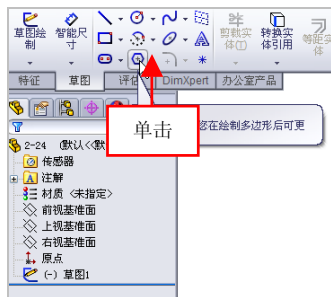

图 2-25 单击【多边形】按钮
(2) 单击【草图】选项卡中的【多边形】按钮, 如图 2-25 所示。